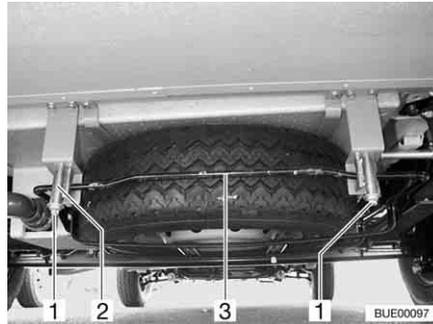

Fig. 256 Suporte da roda sobresselente (armação de suporte)
- Desaperte as porcas (Fig. 256,1) no gancho direito e esquerdo traseiro (Fig. 256,2) do suporte da roda sobresselente.
- Empurre ligeiramente o arco (Fig. 256,3) para cima. Ao mesmo tempo, puxe o gancho para baixo e dependure o arco.